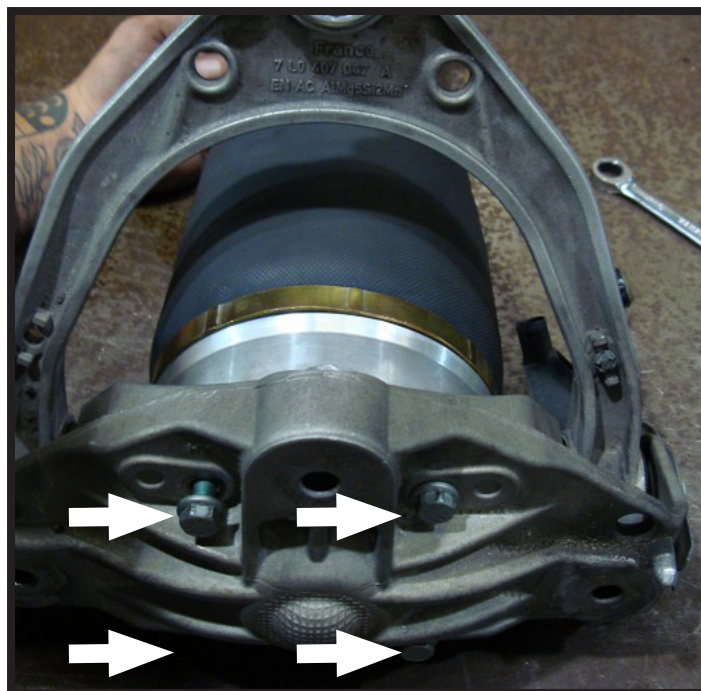

FIGURA 20-8
9. MONTARE I QUATTRO NUOVI BULLONI CHE ASSICURANO IL SOFFIETTO AD ARIA AL SUPPORTO SUPERIORE. (FIGURA 20-8)